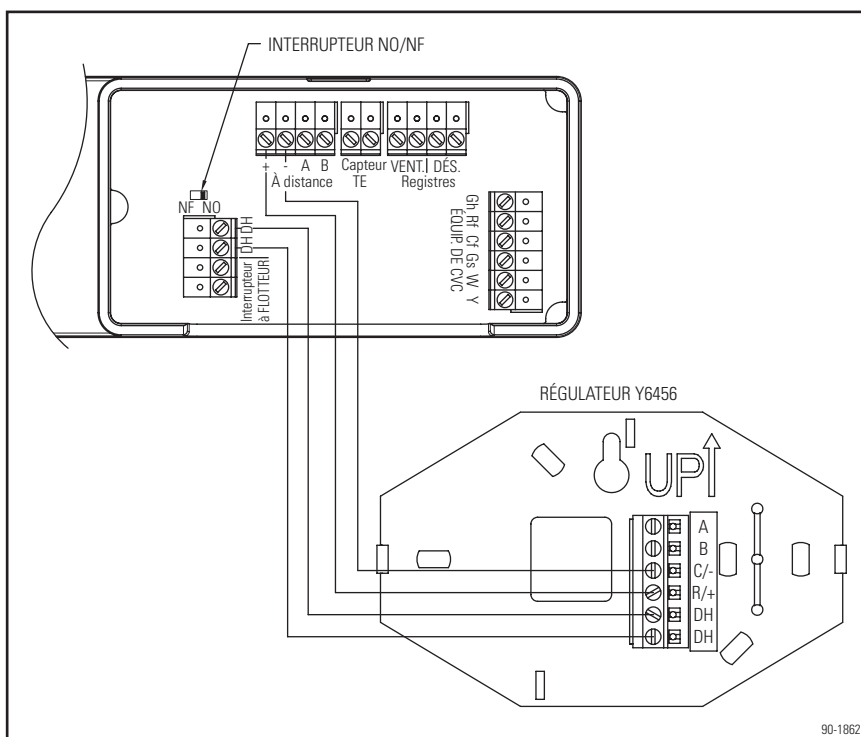

Figure 23. Câblage du régulateur externe Y6456
Le régulateur Y6456 utilise un relais à contact sec (c.-à-d., ni un triac, ni un autre semi-conducteur) normalement ouvert (NO) pour compléter le circuit entre les bornes DH du régulateur du déshumidificateur. Si vous utilisez d'autres régulateurs, comme un thermostat avec sorties de déshumidification, vérifiez que la sortie est de type à contact sec et réglez l'interrupteur NO/NF du régulateur du déshumidificateur (reportez-vous à la **Figure 23**) de la même manière que sur le régulateur qui est utilisé.